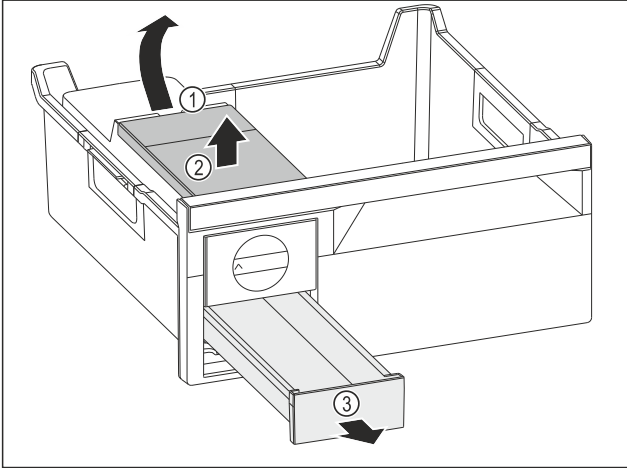

Fig. 111
- ▶ Scoaterea rezervorului de apă: Ridicați rezervorul de apă de la degajare Fig. 111 (1).
- ▶ Scoateți rezervorul de apă Fig. 111 (2) în sus.
- ▶ Scoateți sertarul pentru cuburi de gheață Fig. 111 (3) spre înainte.